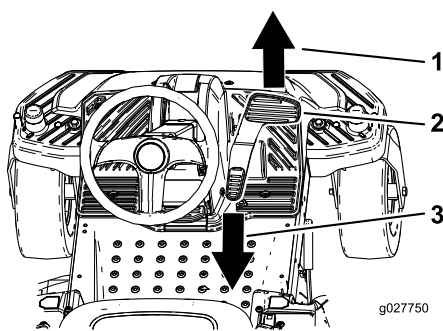

Figure 20
3. Posez le pied sur la pédale de déplacement et appuyez progressivement sur le haut de la pédale pour avancer ou sur le bas pour faire marche arrière (Figure 20).